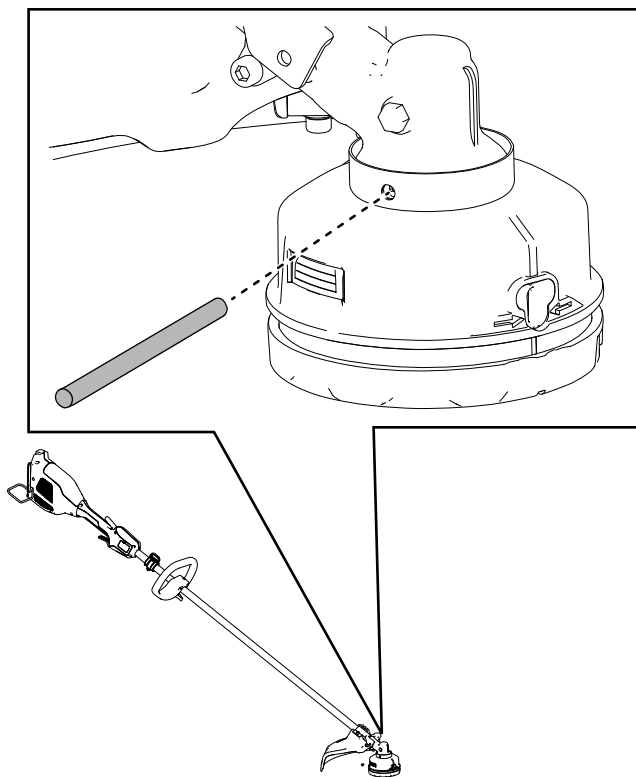

Figura 16
2. Alinee el orificio de la copa con el orificio de la caja de engranajes de la desbrozadora (Figura 16).
3. Inserte la varilla metálica incluida a través de la copa y por el orificio de la caja de engranajes de la desbrozadora para fijar el cabezal de la desbrozadora (Figura 16).